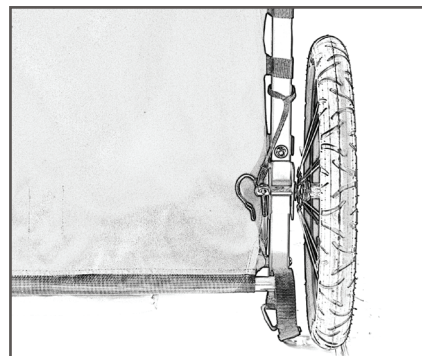

図10
3. ホイールが使用位置になるよう、スタブ車軸を穴全体にスライドさせます (図10)。